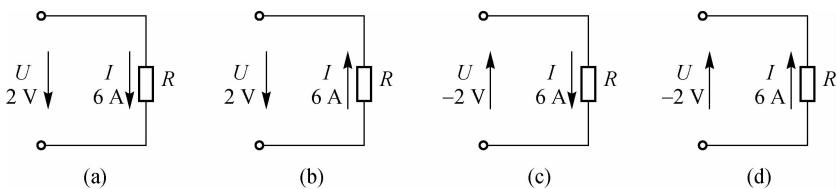

图 1-19 【例 1-5】图
**【例 1-5】** 如图 1-19 所示,试判断  $U$ 、 $I$  是否为关联参考方向。
**解** 图 1-19(a),图 1-19(c)为关联参考方向;图 1-19(b),图 1-19(d)为非关联参考方向。判断某一电路元件是电源还是负载的方法如下。